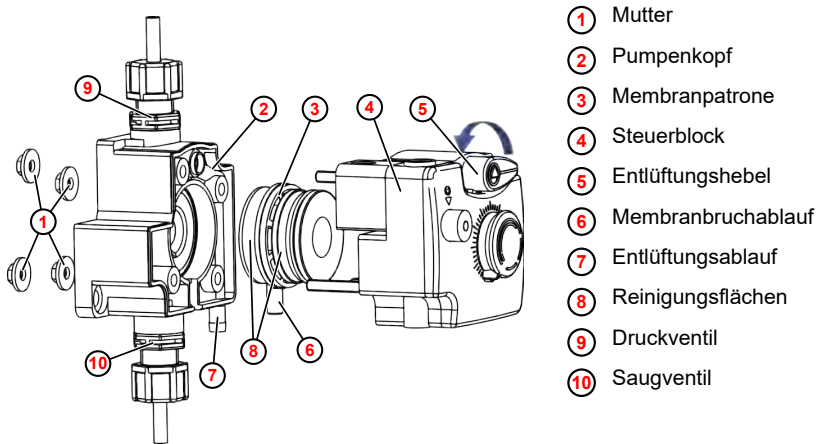

Abb. 20: Pumpenkopf austauschen
i Wenn trotz geschlossenem Entlüftungshebel (Abb. 20 , ⑤) Dosierprodukt aus dem Entlüftungsablauf (Abb. 20 , ⑦) tritt, muss der Entlüftungshebel justiert werden.